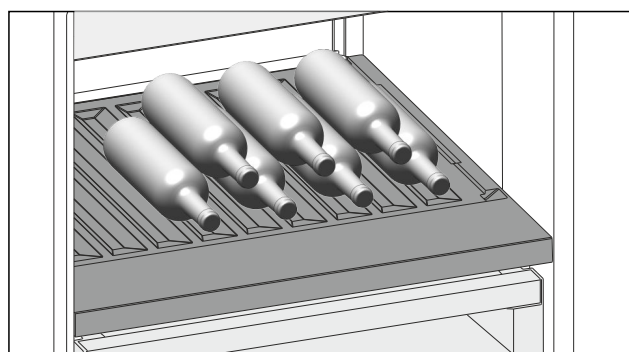

Fig. 110
- Flaschen mit dem Boden nach hinten zur Rückwand einlegen. (siehe Fig. 110)